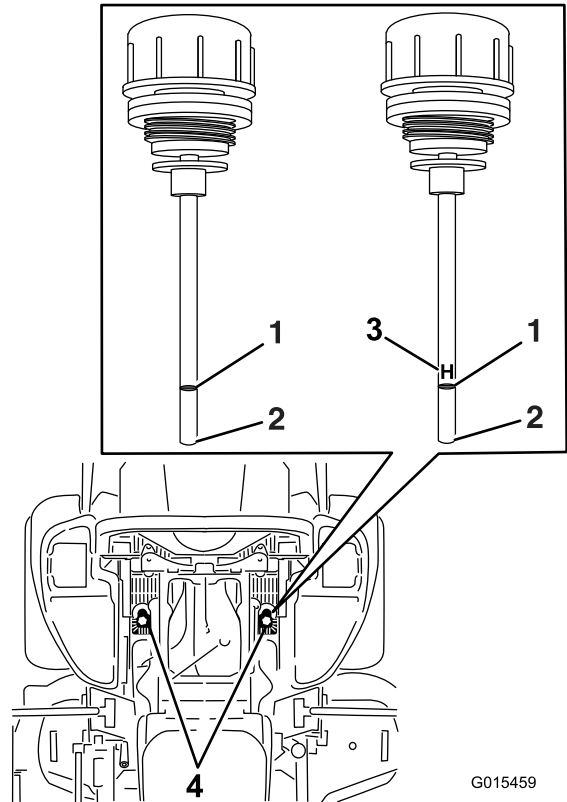

Figure 81
6. Nettoyez la surface autour des jauges des réservoirs du système hydraulique (Figure 81).
7. Sortez une jauge du réservoir hydraulique (Figure 81).
9. Ressortez la jauge et examinez son extrémité (Figure 81).